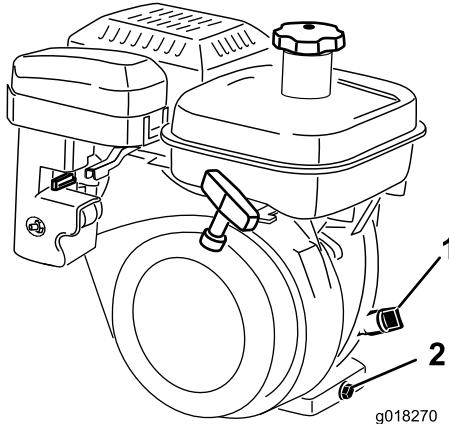

Рисунок 30
2. Установите газонокосилку так, чтобы двигатель располагался горизонтально, и очистите зону вокруг масломерного шупа (Рисунок 30).
3. Снимите пробку заливного отверстия, повернув ее против часовой стрелки (Рисунок 30).
4. Протрите масломерный щуп до чистоты и вставьте его в заливное отверстие. Не завинчивайте щуп в отверстие. Затем выньте щуп и проверьте уровень масла. Если уровень низкий, добавьте ровно столько масла, чтобы поднять уровень до области между метками "H" и "L" на щупе (Рисунок 30).
2. Поместите сливной поддон под сливную пробку в задней части машины (Рисунок 30). Ослабьте пробку сливного отверстия.